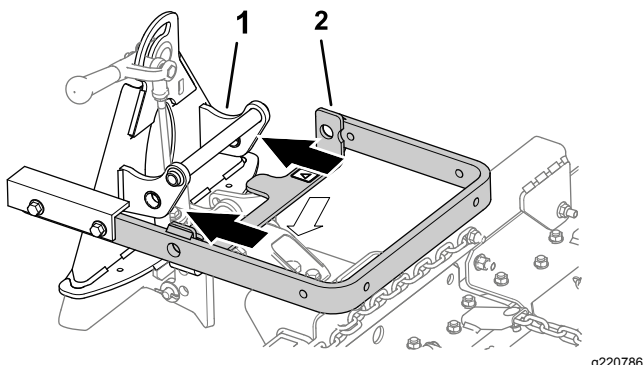
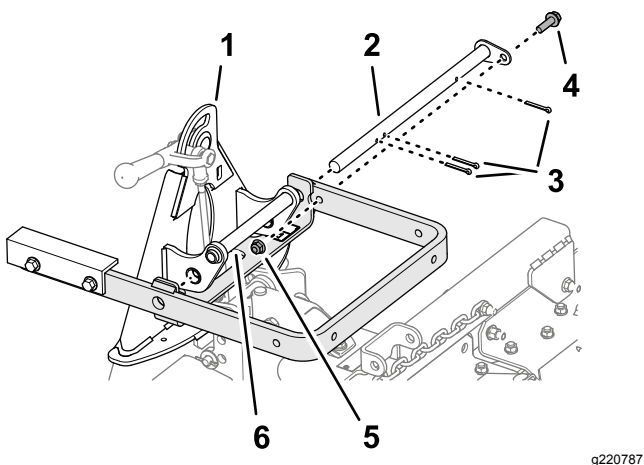

Figura 5
Figura 6
4. Allineate il braccio di sollevamento con la staffa sull'adattatore per accessori (Figura 5) e collegateli usando la barra articolata come illustrato in Figura 6.
Nota: Quando spostate l'adattatore per accessori, usate la maniglia sul retro dell'adattatore (Figura 5).
5. Fissate la barra orientabile (Figura 6) con 3 coppiglie e un bullone (3/8" x 1-1/4") e un dado di bloccaggio (3/8").